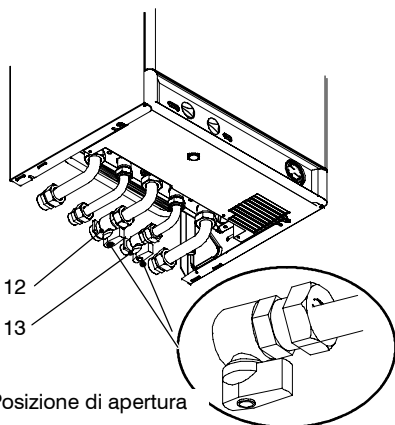

fig. 6.1
- 1 Aprire il rubinetto del contatore gas e quello della caldaia 12 in fig. 6.1
- 5 Aprire il rubinetto 13 in fig. 6.1